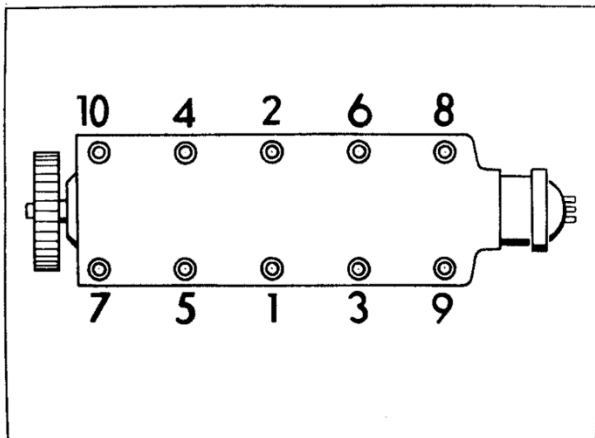

Bild M 24. Anzugsschema für Zylinderkopf
3. Zylinderkopf aufsetzen und die 8 Zylinderschrauben (1) bis (7) und (9) ansetzen und handfest anziehen.
5. Zylinderschrauben in drei Stufen anziehen - Reihenfolge siehe Bild M 24).